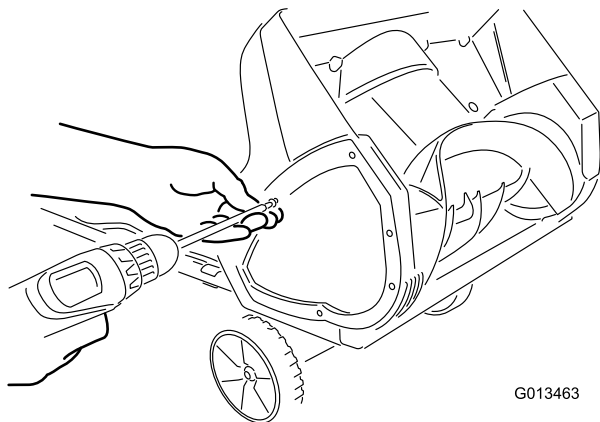

Figure 15
1. Retirez les vis qui fixent la plaque latérale droite au châssis de la machine (**Figure 15**).